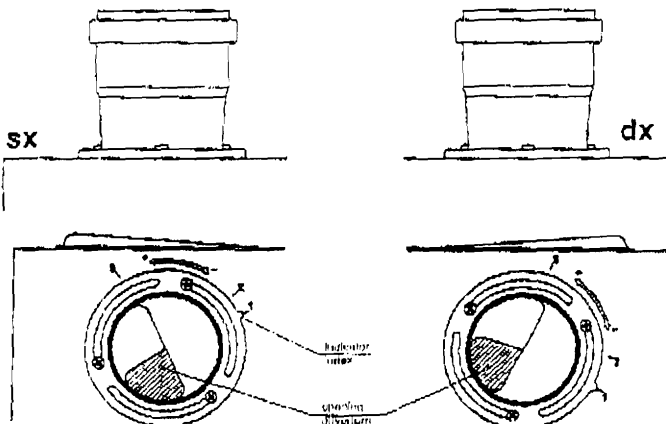

Fig. 15
3.5 FLUE TERMINAL LOCATION - Fig. 15